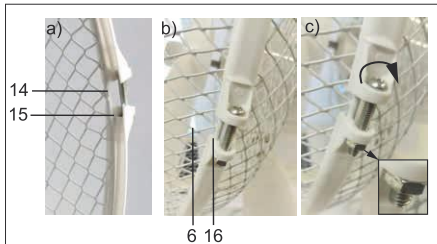

Fig.101: Montering av det främre skyddsgallret
9. Fatta fixerbandet (7) i ändarna.
10. För in stjärnskruven med kullrigt huvud (8 a) genom bägge öglor (15) och fäst den med muttern (8 b).
11. Fäst fixerbandet runt det bakre skyddsgallret (14).
Skyddsgallrets kant ska ligga i fixerbandets *främre skåra* (16), se bild 101 b).